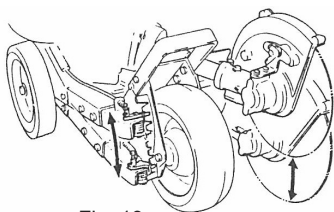

Fig. 19
- b. Die Schneidtiefe wird durch den Einstellhebel am linken Handgriff geregelt. Wenn man die Stellung des Schutzbleches verändert, kann man neun verschiedene Schneidstellungen erhalten (Abbildung 19).